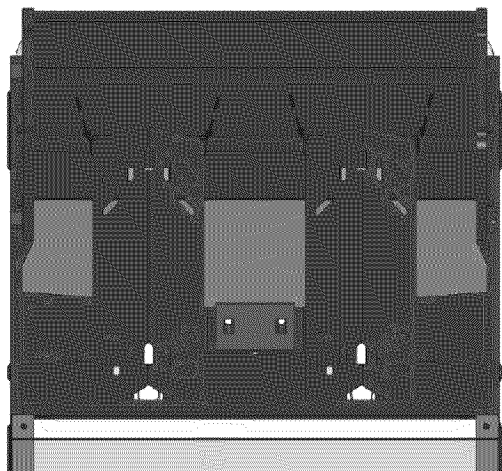

Figura 1
- Introduzca los difusores de calor en el cuerpo colocándolos en las hendiduras a lo largo de la parte delantera y trasera del cuerpo. Ver figura 1.